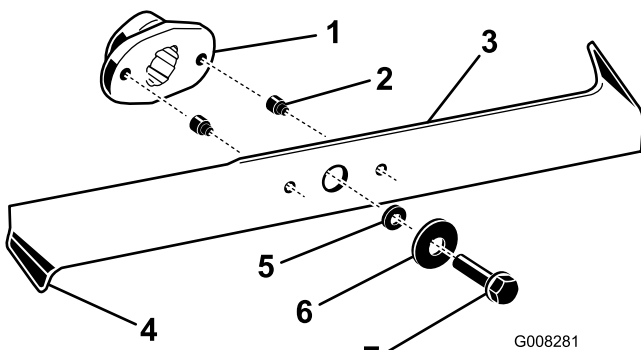

Bild 35
2. Untersuchen Sie die Schnittkanten (Bild 35). Bauen Sie die Schnittmesser aus und schärfen sie, wenn die Kanten nicht scharf sind oder Kerben aufweisen; siehe „Schärfen der Messer“.
3. Prüfen Sie die Schnittmesser, insbesondere die gebogenen Kanten (Bild 35). Montieren Sie neue Messer, wenn Sie eine Abnutzung oder Beschädigung dieses Bereichs feststellen.
4. Ersetzen Sie die Scherbolzen sofort, wenn Sie gebrochen sind (Bild 35).
3. Entfernen Sie die Messerschrauben, Scheiben und Messer (Bild 35). Sie können einen Holzklötzchen zwischen das Schnittmesser und das Mähwerk keilen, um das Schnittmesser beim Entfernen der Schraube zu blockieren.
1. Montieren Sie die Schnittmesser, Scheiben und Messerschrauben (Bild 35).